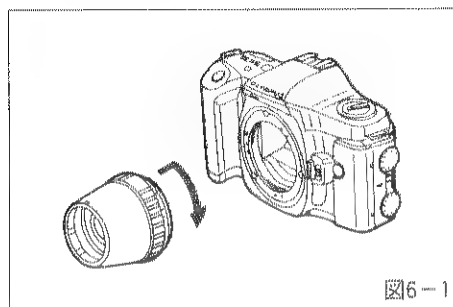

図6-1
- ① OMアダプターの赤の指標とカメラボディレンズマウント部の赤の指標を合わせ、OMアダプターを右回りに確実に止まるまで静かに回します。(図6-1)
- ② 取りはずしは着脱ボタンを押しながら取り付けと逆の操作で行います。